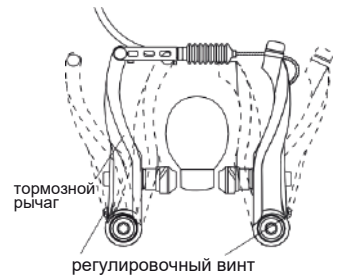

рис.29
3. Нажимая тормозную ручку, при необходимости подкорректируйте регулировочным винтом расстояние между тормозными колодками и ободом колеса (рис. 29).
4. Используя регулировочные винты на тормозных рычагах, добейтесь равномерного развода тормозных рычагов (рис. 29).